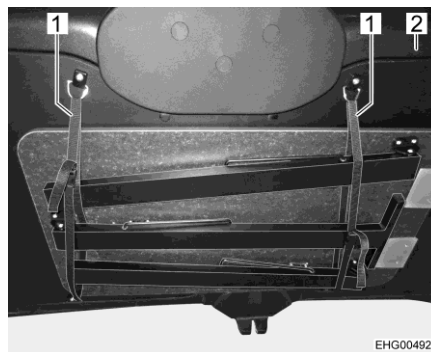

Fig. 9 Table (fixée au portillon arrière)
- Fixer correctement la table avec 2 ceintures (Fig. 9,1) au portillon arrière (Fig. 9,2).